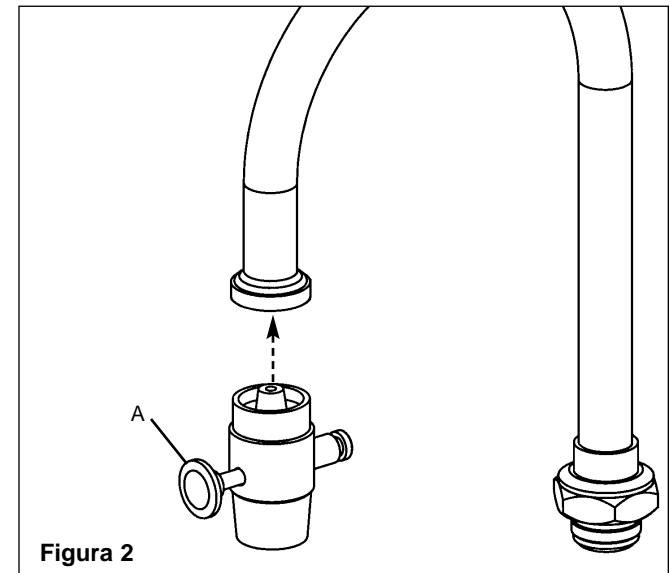

Figura 2
2. Roscar el adaptador del lavaojos con montaje en grifo en el grifo y apretar con una llave para tuercas (ver la figura 2). El pasador accionador (A) debe estar orientado hacia adelante, hacia el usuario.